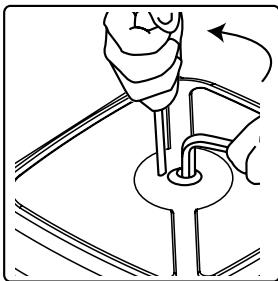

fig. 4f
7. Conecte una manguera nueva al tambor colocándola a través del soporte de los rodillos (fig 4f y fig 5f, según versiones). Monte el tope de manguera a la distancia deseada con respecto al final de la manguera.